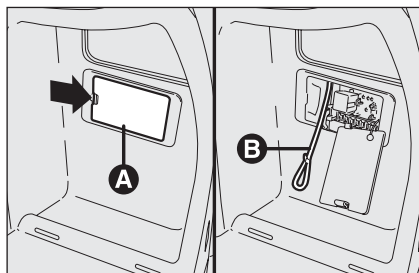

fig. 26
- ☐ abra la tapa **A-fig. 26** de acceso a la centralita fusibles ubicada en el lado derecho del maletero interviniendo en el punto indicado por la flecha;